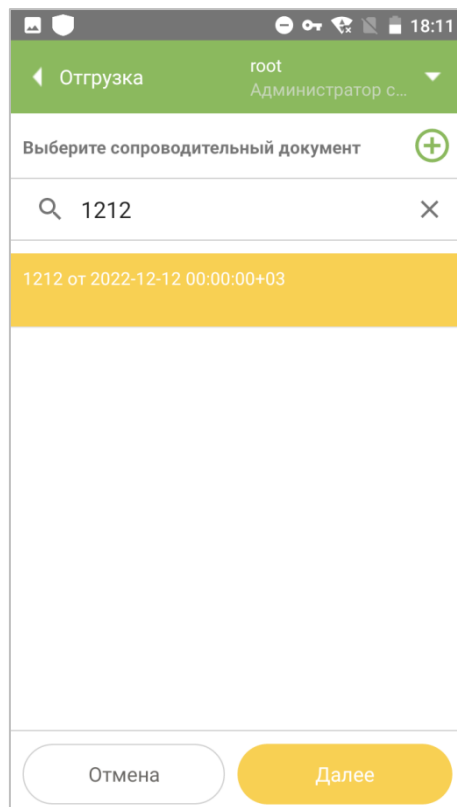

Рисунок 8.12
2. Выбрать сопроводительный документ из списка. При необходимости воспользоваться функцией поиска: ввести номер или его часть в поле поиска, выбрать из найденных совпадений (Рисунок 8.12). Нажать кнопку «Далее».